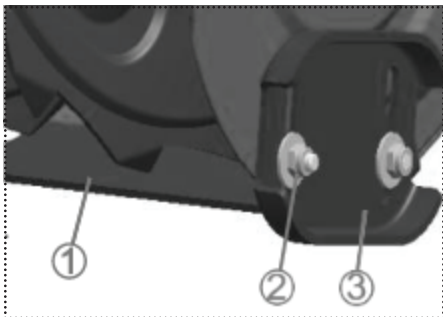

Рис. 11
При эксплуатации снегоуборщика удерживающая пластины скольжения стопорная гайка может ослабиться. В этом случае обеспечьте зазор 5 – 6 мм между пластинами скольжения (1) и землей и закрепите стопорную гайку (2) (рис. 11).